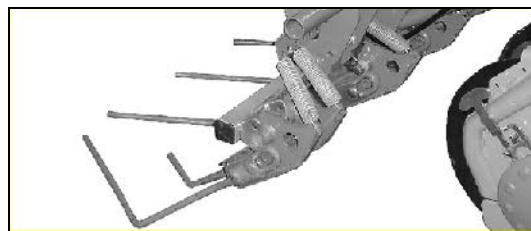

Fig. 38
Hydraulikcylindren (Fig. 38/1) er monteret på eksaktdækstriglen ved levering. Hydraulikslangen (Fig. 38/2) tilsluttes til hydraulikcylindren (Fig. 38/1).
**Hydraulikslangen (Fig. 38/2) monteres i tilstrækkeligt store buer langs holderørenes led, således at slangen ikke rives af som følge af eksaktdækstriglens bevægelser.**